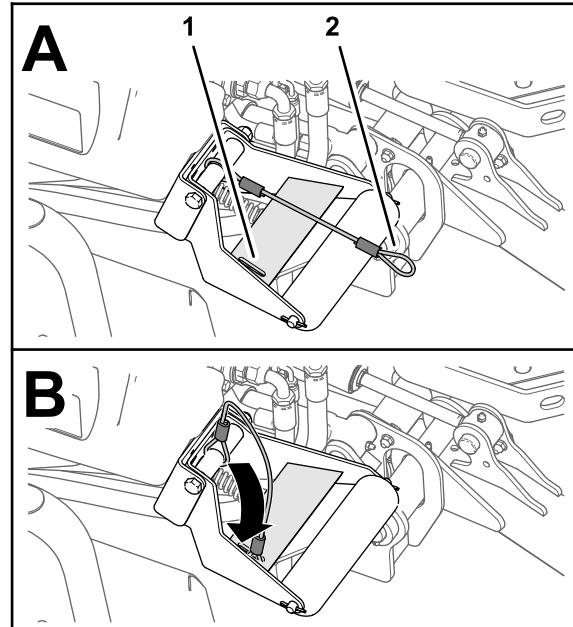

Figura 27
4. Con gli apparati di taglio abbassati, infilate l'occhiello del cordino nella fessura presente nella piastra di rinforzo del supporto del rullo (Figura 27).